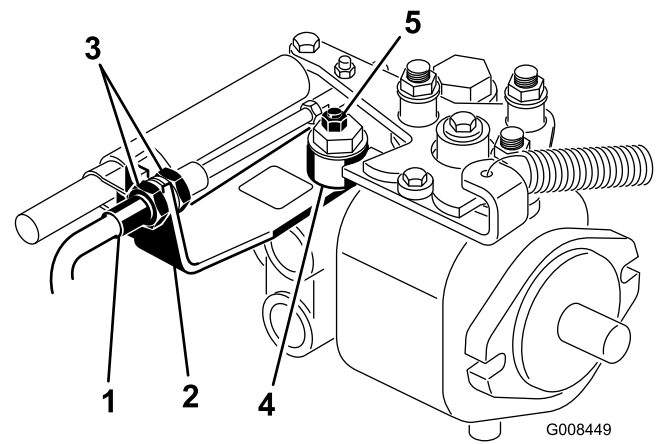

Figura 49
- A. Afloje las dos contratuercas que fijan el cable de control de tracción a la mampara del hidrostato (Figura 49). Asegúrese de aflojar ambas contratuercas uniformemente, y lo suficiente como para permitir el ajuste.
- B. Afloje la tuerca que sujeta el excéntrico a la parte superior del hidrostato (Figura 49).
- D. Gire el excéntrico hasta que no haya movimiento en ningún sentido. Cuando la rueda deje de girar, apriete la tuerca para bloquear el excéntrico y el ajuste (Figura 49). Compruebe el ajuste con el acelerador en las posiciones Lento y Rápido.
- E. Desde cada lado de la mampara, apriete las contratuercas **uniformemente**, fijando el cable de tracción a la mampara (Figura 49). No tuerza el cable.